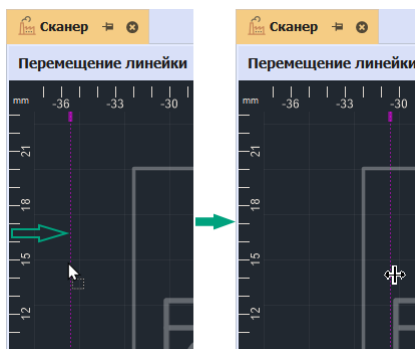

Рис. 166 Размещение направляющих линий
2. Удерживая кнопку мыши, переместите курсор в рабочую область и отпустите кнопку после того, как линия будет размещена в выбранном месте, см. Рис. 166.